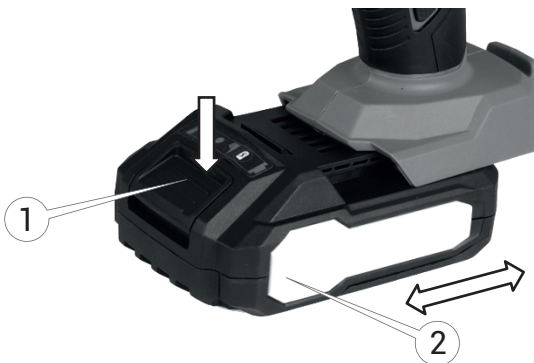

Рисунок 6. Встановлення та зняття акумуляторної батареї.
3. Для встановлення акумуляторної батареї поєднати виступ на акумуляторній батареї з напрямною в корпусі виробу та вставити її (2, рис. 6) повністю на місце (12, рис. 1) приєднання, поки вона не зафіксується на місці з невеликим клацанням.
4. Для заняття акумуляторної батареї натиснути на кнопку (1, рис. 6) на передній частині акумуляторної батареї та зняти її (2, рис. 6) з місця(12, рис. 1) приєднання.